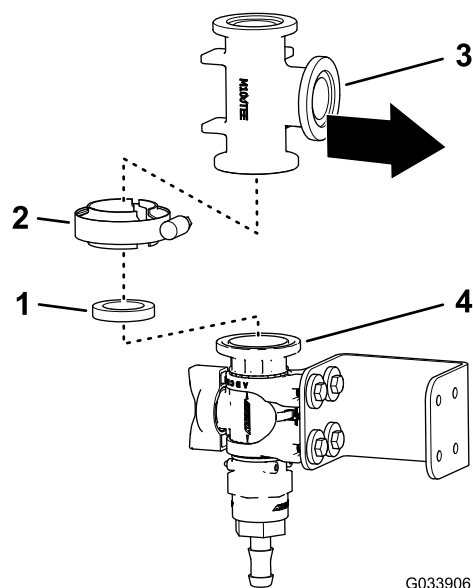
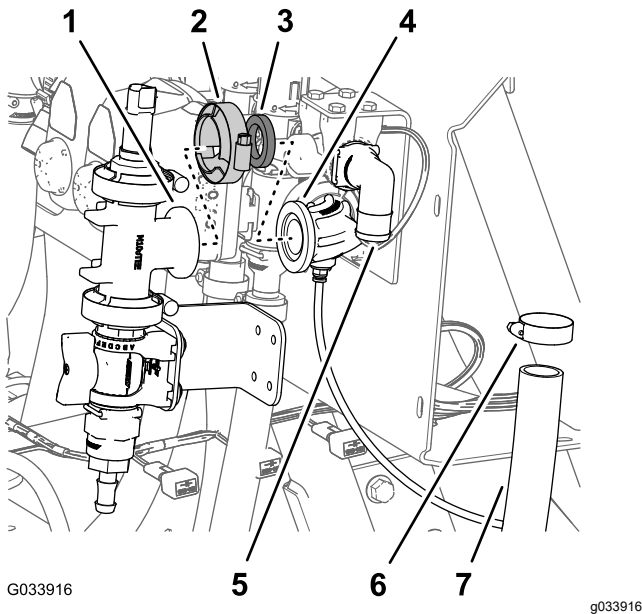
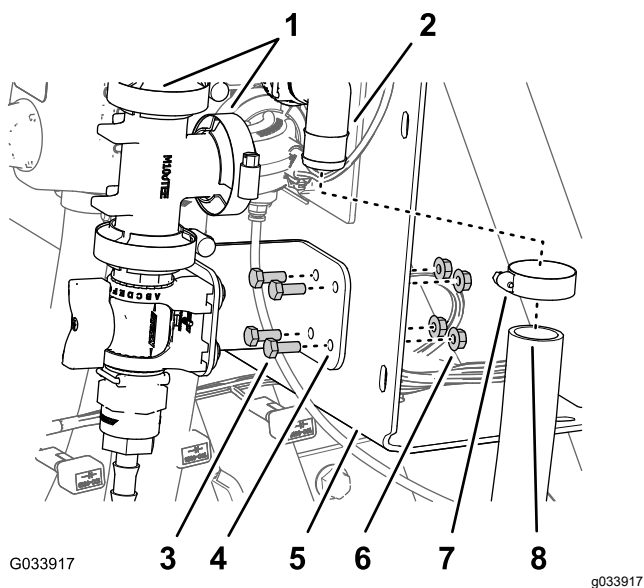

Figura 13
Figura 15
Figura 18
4. Aliniază flana fittingului în T cu flana supapei de control, conform indicațiilor din Figura 13.
5. Ataai, fără a strânge, fittingul în T de supapa de control, cu o garnitură i o clemă cu flană (Figura 13).
1. Aliniază flana fittingului în T cu flana fittingului de 90° cu un conector pentru tubul cu senzor (Figura 15).
2. Atași, fără a strânge, fittingul în T i fittingul de 90°, cu o garnitură i o clemă cu flană (Figura 15)
4. Îndepărtați clema, garnitura, fittingul în T cu flană de pe fittingul de 90° cu un conector pentru tubul cu senzor (Figura 15).
1. Aliniază flana fittingului în T cu flana fittingului de 90° cu un conector pentru tubul cu senzor (Figura 18).
2. Ataai, fără a strânge, fittingul în T i fittingul de 90°, cu o garnitură i o clemă cu flană (Figura 18).
4. Strângei manual clemă cu flană care fixează supapa de control i fittingul în T (Figura 13) i clemă cu flană care fixează fittingul în T de fittingul de 90° cu un conector pentru tubul cu senzor (Figura 15 i Figura 18).